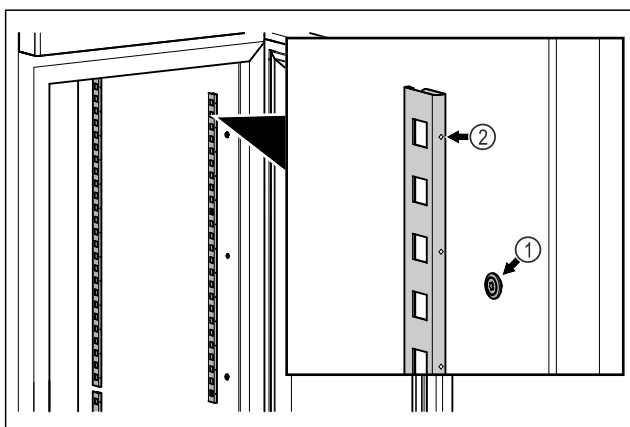

Fig. 79 Exempel
- Haka fast haklisterna i upphängningen Fig. 79 (1). Markeringen Fig. 79 (2) måste peka framåt.